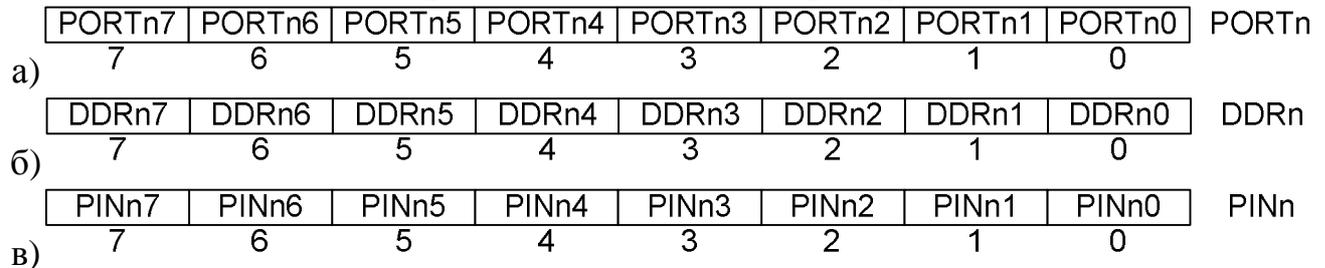

Рис. 12. Регистры обслуживания портов ввода-вывода микроконтроллера
- PORTn – регистр, содержащий данные (уровни сигналов) на всех линиях порта, используется для записи сигналов в порт (рис. 12а);
- DDRn – регистр направления линий порта: каждая линия порта может быть сконфигурирована как вход (если соответствующий бит регистра DDRn равен 0) или как выход (если соответствующий бит регистра DDRn равен «1») (рис. 12б);
- PINn – регистр, содержащий состояния входов порта; доступен только для чтения, используется при чтении данных из порта (рис. 12в).